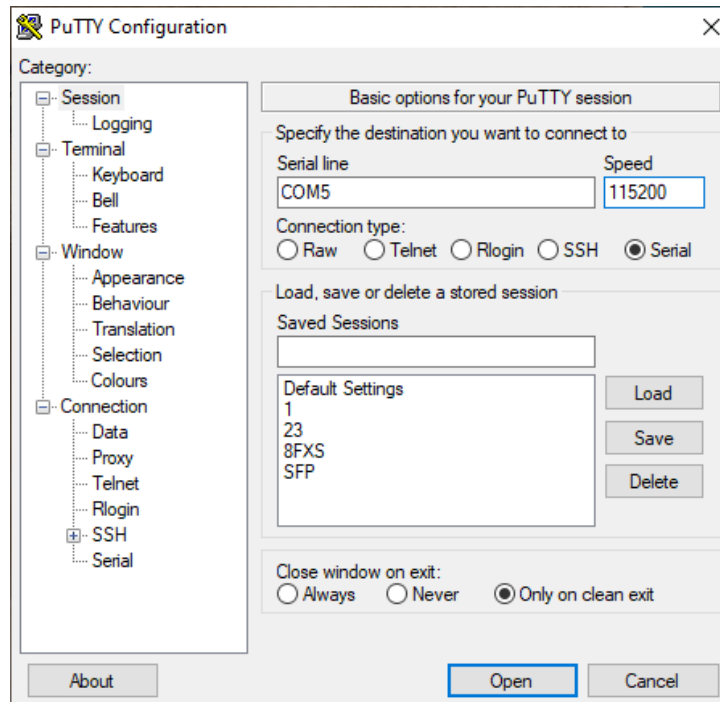

Рис. 2.3.1.3 – Установка параметров
6. После загрузки, нажмите Enter, пройдите авторизацию, по умолчанию таблица 2.3.1 (Рис. 2.3.1.4).